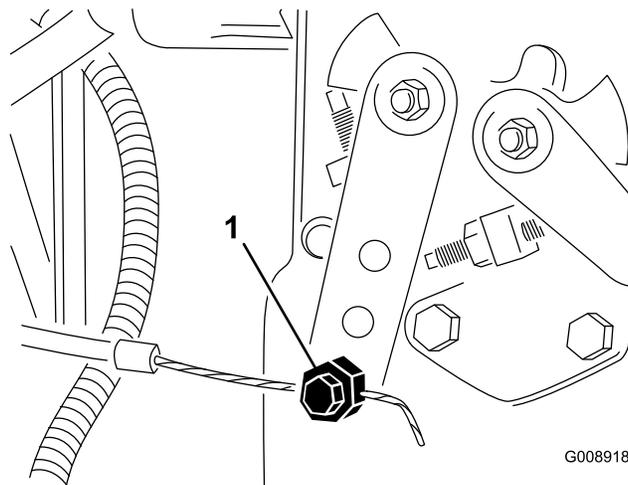

Figura 74
2. Allentate il raccordo del cavo dell'acceleratore sulla leva della pompa di iniezione (Figura 74).